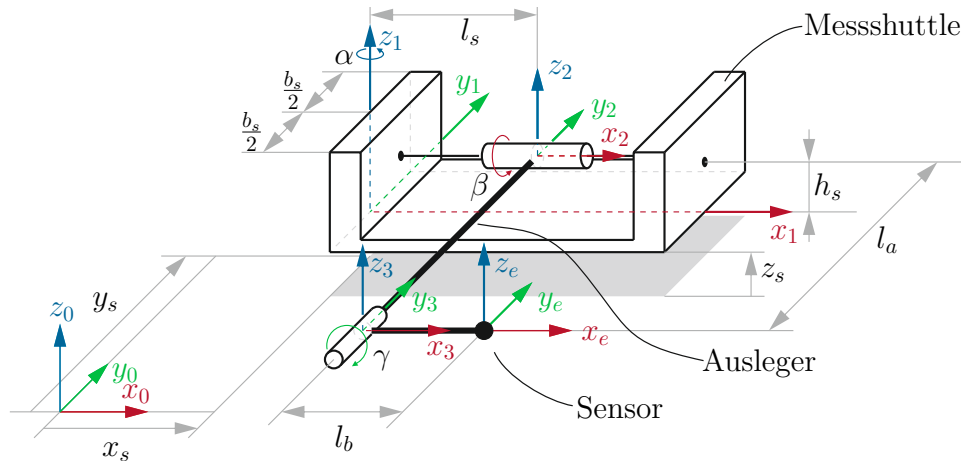

Abbildung 3: Bewegliches Messshuttle.
3. Abbildung 3 zeigt ein Messshuttle, welches in der einstellbaren Höhe z_s über der Oberfläche schwebt. Weiters kann das Shuttle an einer beliebigen Position x_s und y_s positioniert werden. Das Messshuttle kann um die Hochachse z_1 gedreht werden. Auf dem Messshuttle, mit der Breite b_s befindet sich ein Messsystem welches einen Sensor außerhalb des Shuttles positioniert. Das Koordinatensystem (KOS) 2 ist um die Länge l_s und die Höhe h_s zu KOS 1 verschoben. Um den Sensor (Endeffektor) zu positionieren wird eine Drehung um die x_2 -Achse und um die y_3 -Achse verwendet. Die beiden Ausleger haben dabei die Länge l_a und l_b . Die Skizze zeigt das Messshuttle für $\alpha = \beta = \gamma = 0$.
- a) Geben Sie die Freiheitsgrade des in Abbildung 3 dargestellten Messshuttles an. 1 P. |